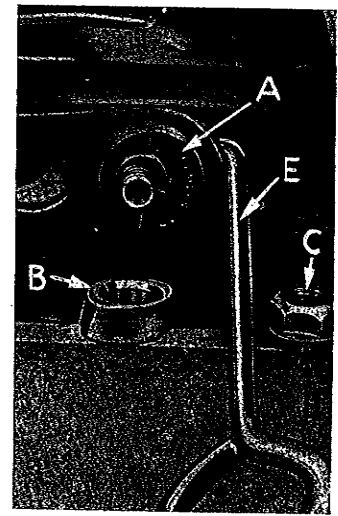

Fig. 11
Die Stichtlänge wird durch den verwendeten Transportexzenter bestimmt. Die Maschinen in diesem Katalog sind normalerweise mit dem Exzenter A 10025 B-4 ausgerüstet. Beim Einbauen des Exzenters ist darauf zu achten, daß die Nabe und Ölnut nach links bzw. nach außen liegen (A, Fig. 11). Die schräge Seite des Distanzrings (B) muß auch nach links bzw. nach außen liegen, so daß der Freistich im Distanzring auf der Nabe des Exzenters liegt d. h. nach außen.